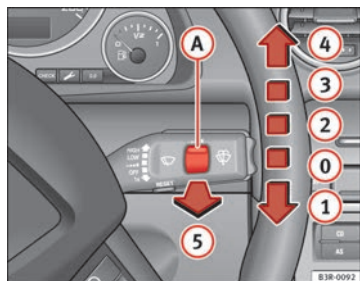

Fig. 101 Palanca del limpiaparabrisas
La palanca del limpiaparabrisas ⇒ fig. 101 tiene las siguientes posiciones:
Con las luces conectadas, accione el barrido automático del limpia / lavaparabrisas ⇒ fig. 101 ⑤ tirando de la palanca durante más de 1 segundo.